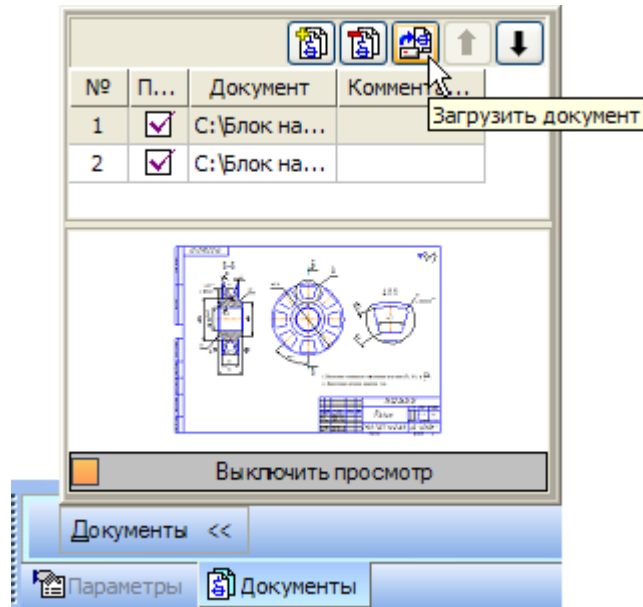

Рисунок 17.
- Нажмите кнопку Загрузить документ . Чертеж будет открыт в отдельном окне (рис.17).